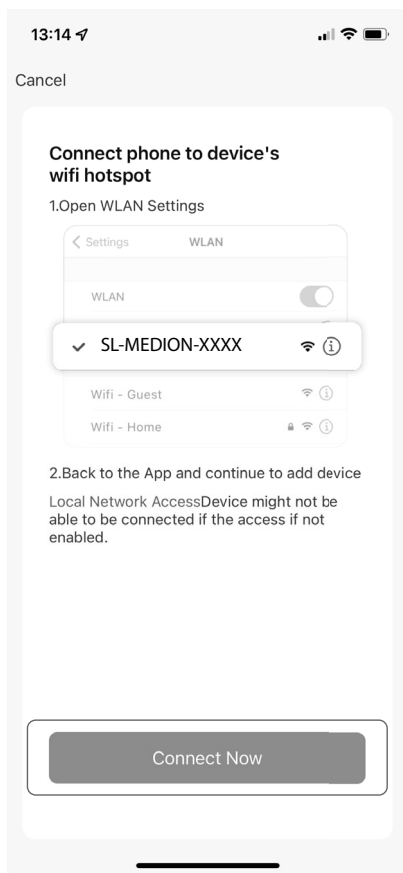

Fig. 6
- ▶ Conecte su smartphone o tableta a la zona Wi-Fi del robot aspirador (**fig. 6**).